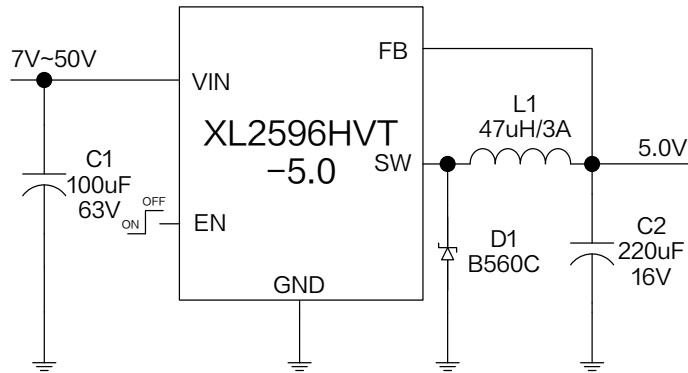

图 10.XL2596HVT-5.0 系统参数测量电路
**XL2596HVT-5.0 电气特性** $T_A = 25^\circ\text{C}$ ; 图10系统参数测量电路, 除非特别说明。